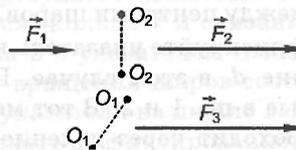

Рис. 1.41
6. Три силы лежат в плоскости чертежа, как показано на рис. 1.41. Сравните величины и направления моментов этих сил относительно оси  $O_1O_1$ , перпендикулярной к плоскости чертежа, и оси  $O_2O_2$ , лежащей в плоскости чертежа.